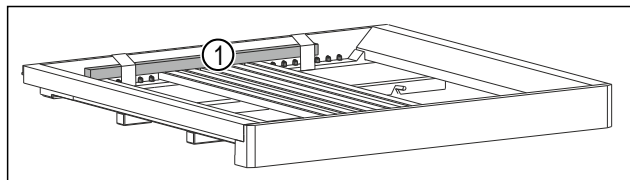

Fig. 7 \*
- Rimuovere l'asta in legno Fig. 7 (1).\*